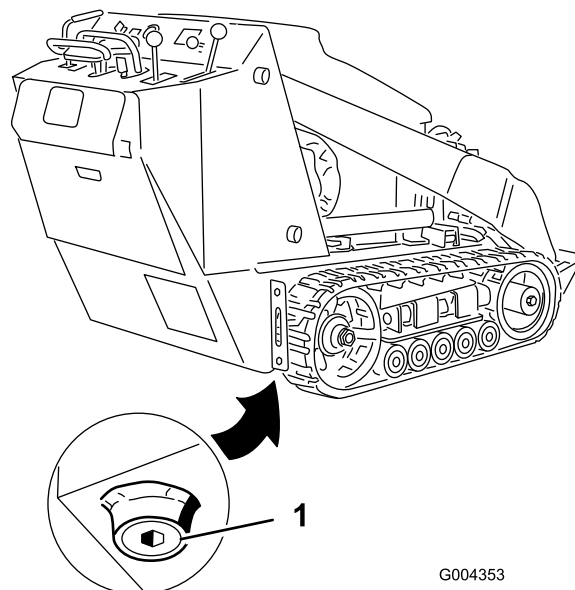

Figura 35
- Retire el tapón de vaciado (Figura 35).